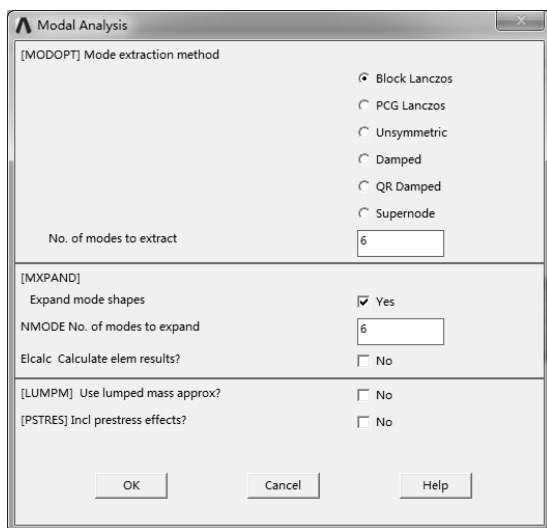

图 7-24 “Modal Analysis”对话框
2) 选择“Main Menu>Solution>Analysis Type>Analysis Options”命令, 弹出“Modal Analysis”对话框, 在“Mode extraction method”中选中“Block Lanczos”选项, 在“No. of modes to extract”文本框中输入 6, 在“No. of modes to expand”文本框中输入 6, 如图 7-24 所示。单击“OK”按钮确认。